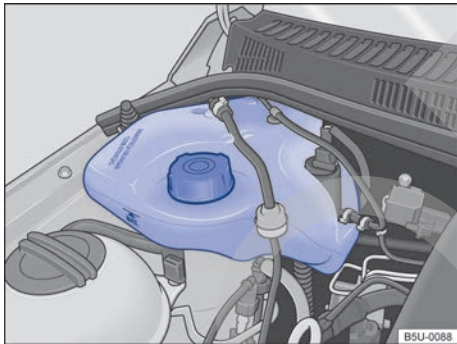

Fig. 174 En el compartimento del motor: depósito de gasolina para el sistema de arranque en frío.
El depósito de gasolina del sistema de arranque en frío se encuentra en el compartimento del motor, del lado derecho → fig. 174.
- Nunca sobrepasar la marca "MÁX" indicada en el depósito → fig. 174.